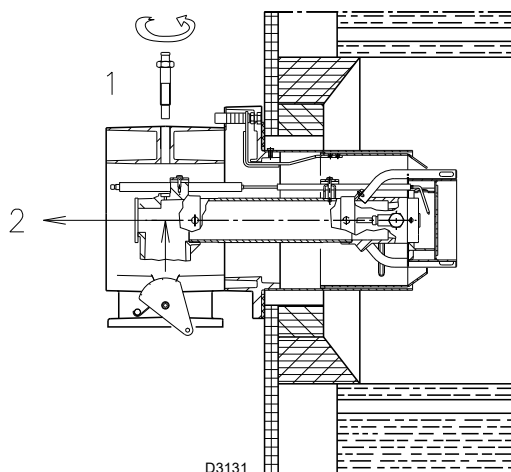

Fig. 18
- Quitar el tornillo 1)(Fig. 18) y extraer la parte interna 2);
Para facilitar la regulación, aflojar el tornillo 1)(Fig. 18), regular y, después, bloquear.